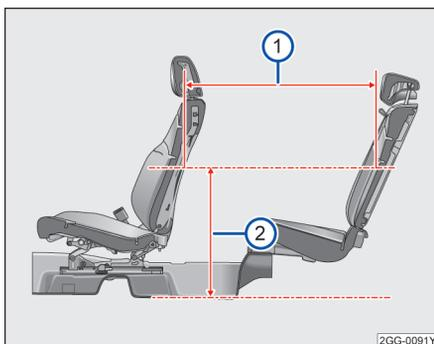

图 73 座间距
当前排座椅前后位置：座椅最后往前滑动 127mm，靠背角为（ 18.1° ），高度处于设计位置；后排座椅位于设计位置时，在距离地板位置 620mm 处→图 73②，座间距为 885mm→图 73①。